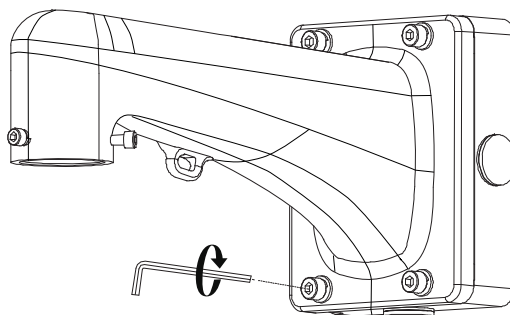

Рисунок 4.2 – Монтаж
1. С помощью ключа S6.0 «Шестигранник» из комплекта поставки настенного кронштейна ослабьте фиксирующие винты (Рисунок 4.2).